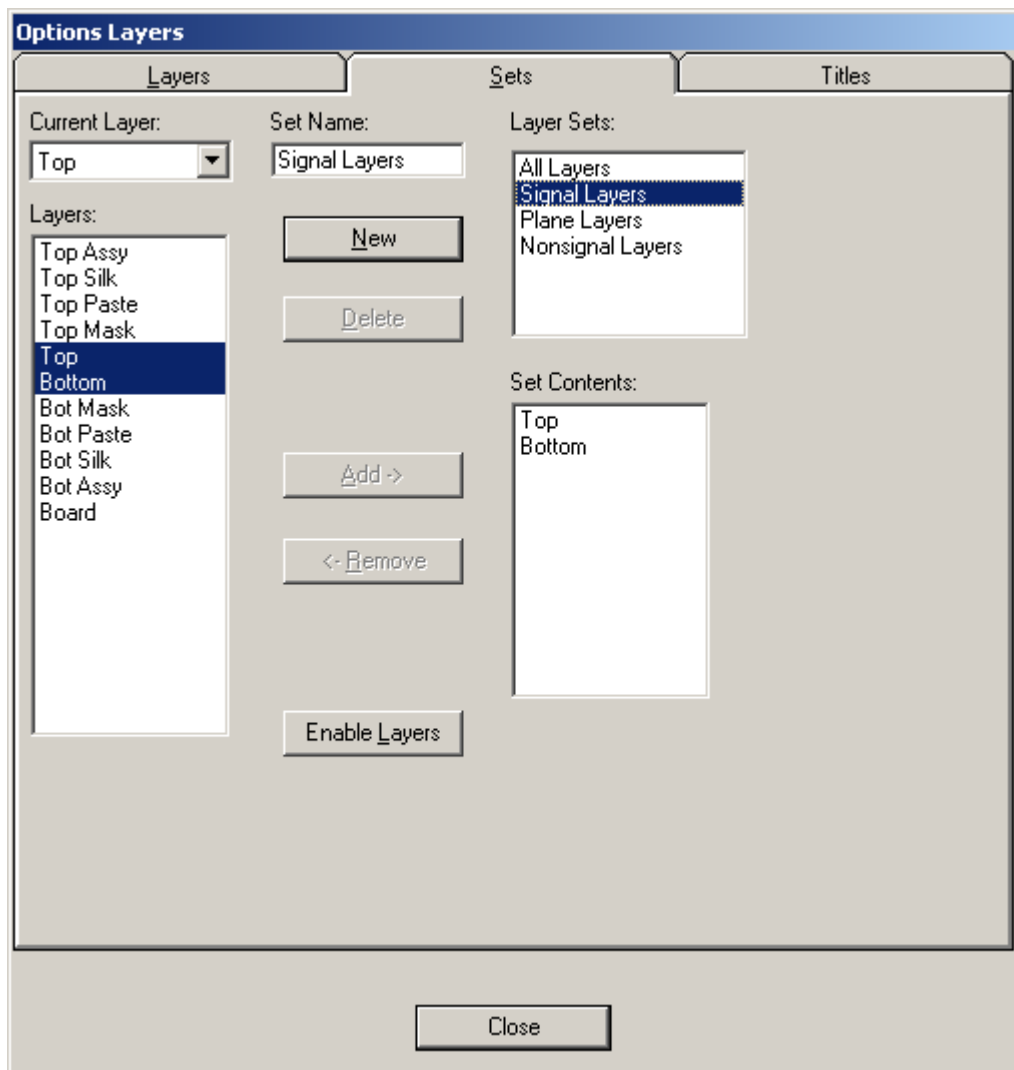

Рис. 7 Команда **Options Layers**, вкладка **Sets**
- 3.8 Перейдите на вкладку **Sets** (рис. 7).